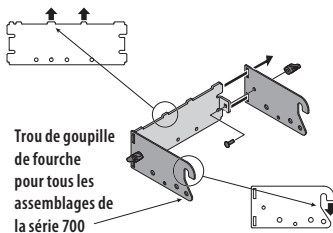

Figure 3
1. Fixer les deux supports latéraux d'attelage au support de montage arrière (support d'attelage du conducteur 689-00304A) à l'aide de deux boulons de carrosserie (710-0276) et deux écrous papillons (720-04122) de l'ensemble de quincaillerie 689-02364. Voir Figure 3.
NOTE : Les crochets sur les supports latéraux doivent pointer vers le bas et les languettes sur le support arrière doivent pointer vers le haut. Voir Figure 3.